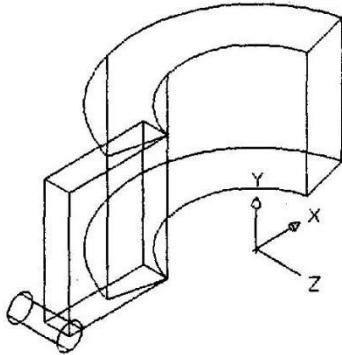

图 11-38 绘制孔圆柱体
11、按 Enter 键，绘制的圆柱体效果如图 11-38 所示。单击【移动】按钮 ，命令行提示如下。